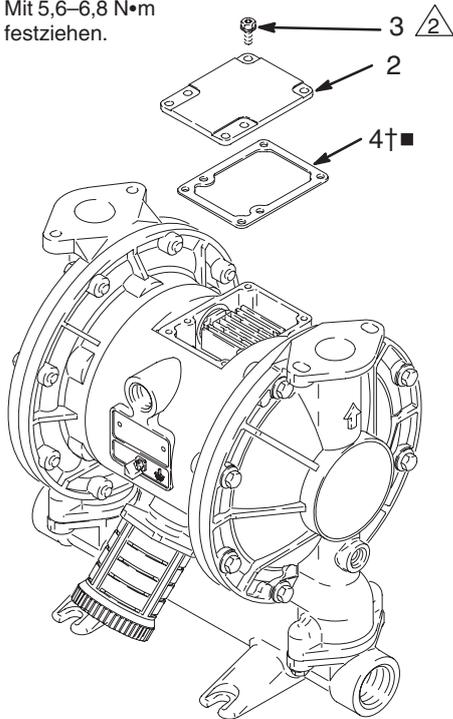

Abb. 8
2. Mit einem Torx-Schraubenzieher (T20) oder einem 7-mm-Steckschlüssel die sechs Schrauben (3), die Luftventilabdeckung (2) und die Dichtung (4) abschrauben. Siehe Abb. 8.
10. Die Ventildichtung (4†■) und die Abdeckung (2) mit den sechs Öffnungen im zentralen Gehäuse (1) ausrichten. Unter Verwendung eines Torx-Schraubenziehers Größe 2 oder eines 7-mm-Steckschlüssels mit sechs Schrauben (3) befestigen. Mit einem Drehmoment von 5,6–6,8 N•m anziehen. Siehe Abb. 8.